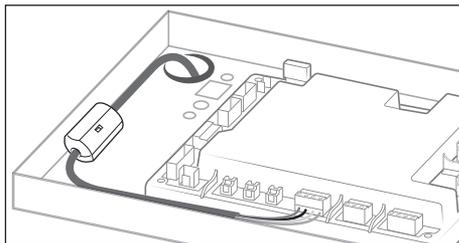

Figure 25. Installer la ferrite
- Pour réduire le bruit électromagnétique, installer une ferrite à clipser sur le câble RS-485 près du connecteur RS-485, voir *Figure 25*.
REMARQUE : Pour réduire le bruit électromagnétique lorsque l'appareil de chauffage est alimenté par 120 V c.a., faire passer le câble RS-485 à travers une ferrite à clipser près du connecteur RS485, comme indiqué dans la *Figure 25*. Pour un kit de ferrite (PN# R1029700) fourni sans frais, contacter le service à la clientèle de Fluidra. (Spécifications de la ferrite : Fair-Rite PN# 0431164281).